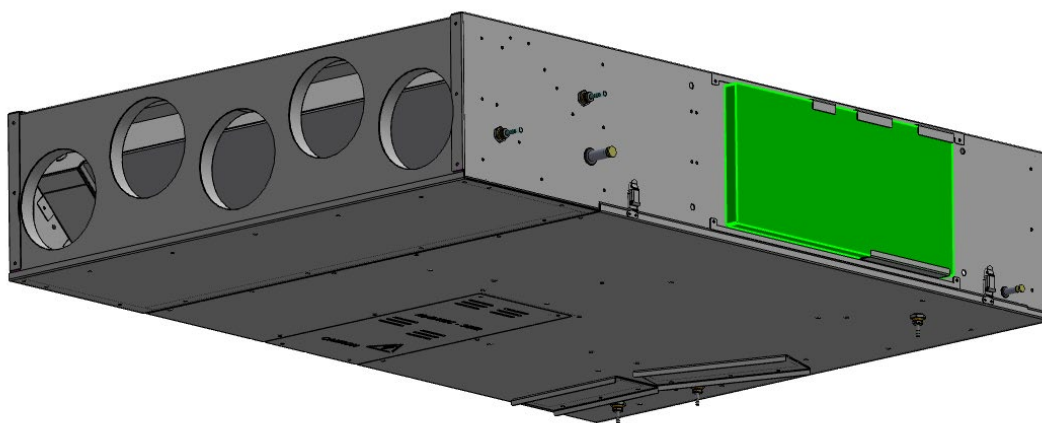

Fig.3
- 1) Traslare il filtro evidenziato come rappresentato in Fig.3 e Fig.4